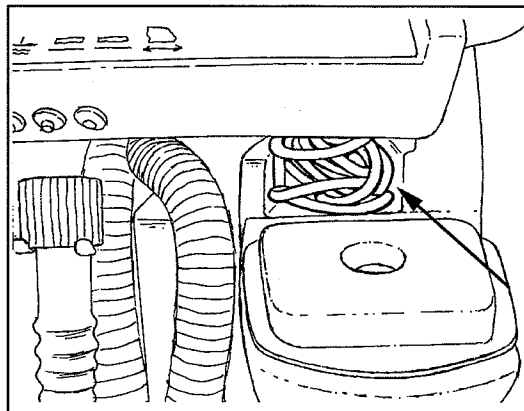
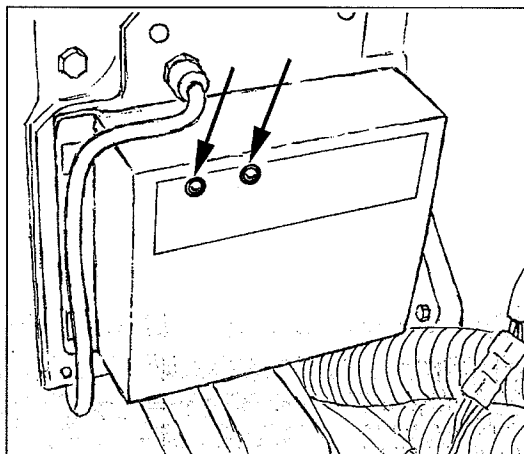

Figura 16
Figura 17
5. Los modelos Focus 17 y 20 está equipado con un cargador incorporado ubicado detrás del depósito de recuperación (Refiérase a la Figura 17). El cargador funciona en tres etapas, a los efectos de maximizar la vida de la batería. El cable de conexión de CA con el cargador incorporado a la máquina está ubicado en el compartimento respectivo debajo de la palanca de control, en la parte posterior de la máquina (Refiérase a la Figura 16). Saque el cable del compartimento.
- **Etapa volumétrica** - En la etapa volumétrica de la carga, se ilumina la luz roja del cargador (Refiérase a la Figura 17). Durante esta etapa el cargador suministra el máximo amperaje a las baterías y continúa la carga a ese régimen hasta alcanzar aproximadamente el 75% de la capacidad de las baterías.
- **Etapa de absorción** - En la etapa de absorción, se iluminan las luces roja y verde del cargador (Refiérase a la Figura 17). Durante esta etapa, el cargador mantiene un voltaje constante y deja que las baterías absorban la carga a su propio régimen.
- **Etapa de flotación y mantenimiento** - En la etapa de mantenimiento, se apaga la luz roja y solamente se enciende la luz verde del cargador (Refiérase a la Figura 17). Durante esta etapa el cargador aplica un voltaje más bajo, regulado, para mantener la carga total y evitar la descarga. Las baterías pueden estar conectadas indefinidamente sin riesgo de daño alguno.
Guarde el cable en el compartimento respectivo ubicado debajo de la palanca de control (Refiérase a la Figura 16).